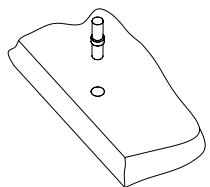

Рис.4
3. Установите полкодержатели в плоскостные отверстия деталей 4, 5 (Рис. 4)